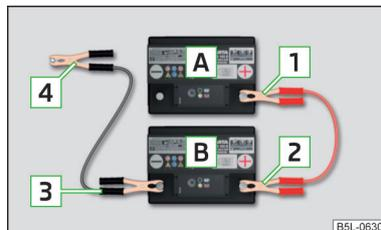

Fig. 166
- Fixez la borne **1** sur le pôle positif de la batterie déchargée **A** » fig. 166.